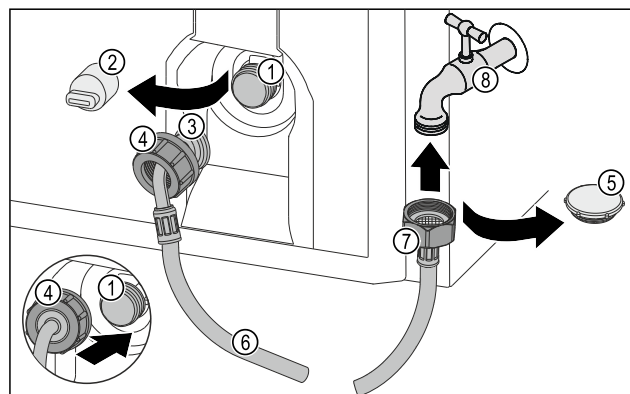

Fig. 23
- ▶ Skinite poklopac Fig. 23 (5).
- ▶ Postavite ravni kraj crijeva Fig. 23 (7) na slavinu Fig. 23 (8).
- ▶ Pritegnite maticu na ravnom kraju crijeva Fig. 23 (7) u smjeru kazaljke na satu.